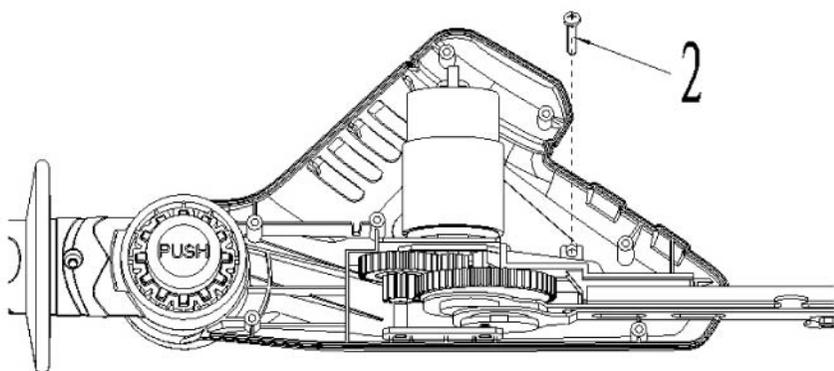

Fig.25
Étape 2: Desserrer et retirer les vis (2) (voir fig.25)